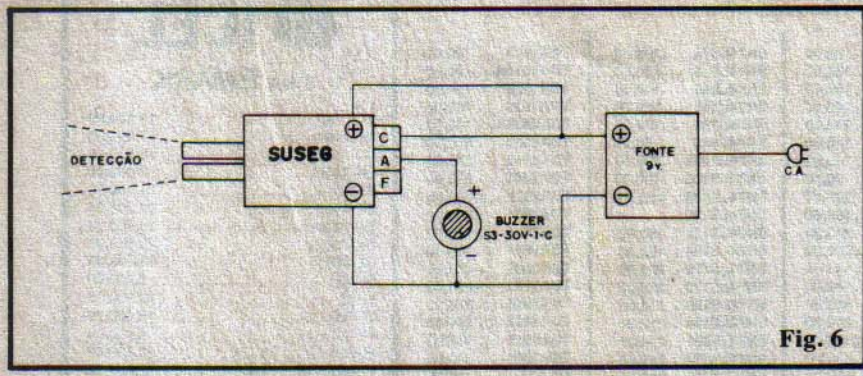

Fig. 6
-FIG. 6 - Como simples "Alarme de Passagem", controlando um corredor ou ambiente, a configuração ilustrada funcionará "maravilha"... Uma fontezinha de 9V alimenta o SUSEG e também um **buzzer** (tipo "Sonalarme" S-3/30V-1-C) que "apitará" por cerca de 5 segundos cada vez que alguém desfilar em frente aos "olhos" do nosso vigia eletrônico!